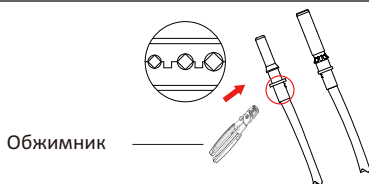

Рис. 3.4. Обжим контакта на проводе
- б) Обожмите металлический контакт обжимником, как на рис. 3.4.